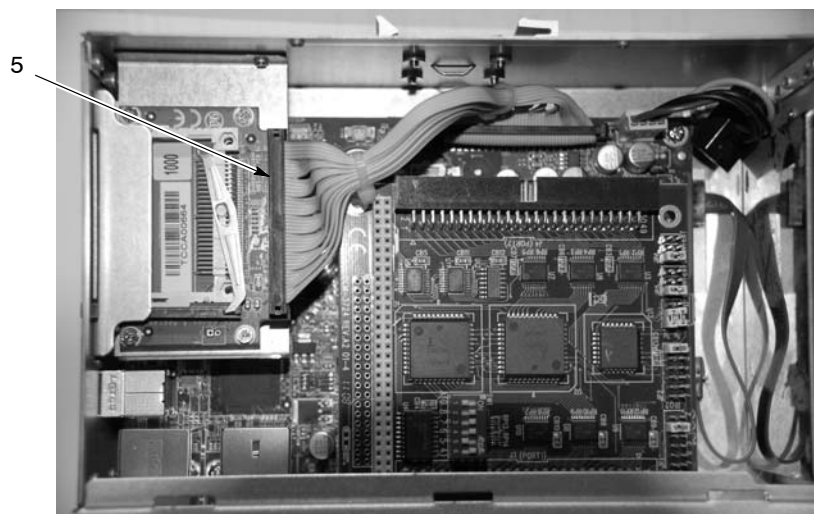

Figura 5-8 Deconectarea adaptorului CompactFlash
4. Vezi Figura 5-8. Deconectați cablul panglică (5) de la adaptorul CompactFlash pentru acces la baterie.